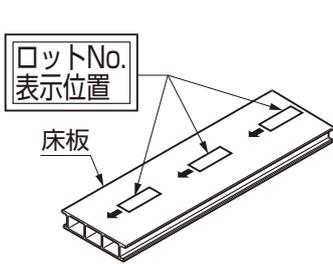

図4-1 加工方向について
- 床板の裏面にロットNo.と矢印が刻印されています。矢印の方向が加工方向を示していますので、矢印の方向をそろえてから施工してください。（図4-1参照）